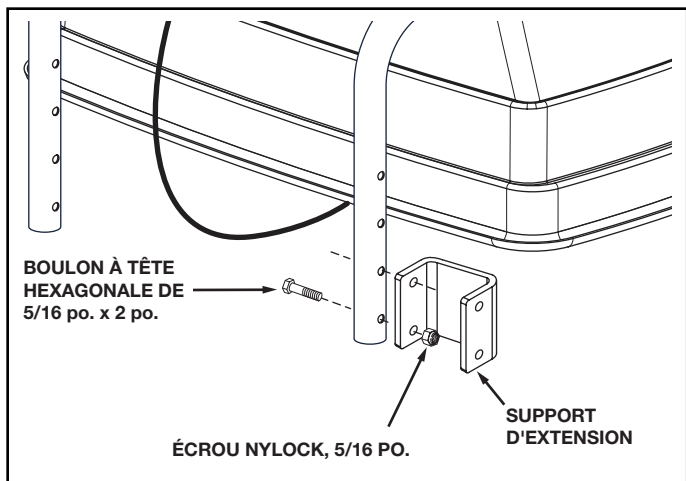

FIGURE 4
IMPORTANT : Avant de poursuivre, déterminer si les supports de montage, lorsqu'ils sont fixés directement au cadre de l'épandeur, s'adaptent sur le support de véhicule. S'ils doivent être plus éloignés l'un de l'autre, utiliser les supports d'extension illustrés sur la figure 4.
- Fixer les supports d'extension aux béquilles du cadre de l'épandeur. Utiliser deux boulons à tête hexagonale de 5/16 po. x 2 po. et des écrous nylock de 5/16 po. par support. **Serrer.** Voir la figure 4.